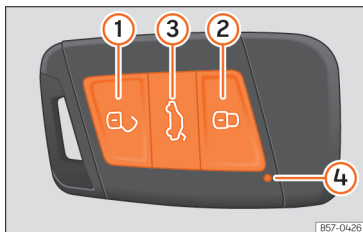

Fig. 43 Cheia cu telecomandă
Când un buton de pe cheia cu telecomandă este apăsat scurt, lampa de control ④ » fig. 43 clipește scurt o dată, însă la o apăsare lungă, aceasta va clipi de mai multe ori, de exemplu, în cazul utilizării deschiderii confort.